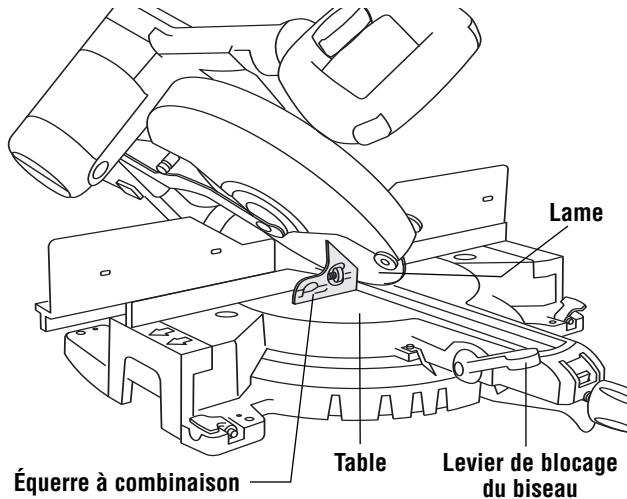

Figure 1. Contrôle de la butée d'inclinaison à 45° à gauche
4. Enlevez la branche graduée de l'équerre combinée et placez cette dernière de manière à appuyer sa surface à 45° contre la lame. (Figure 1)